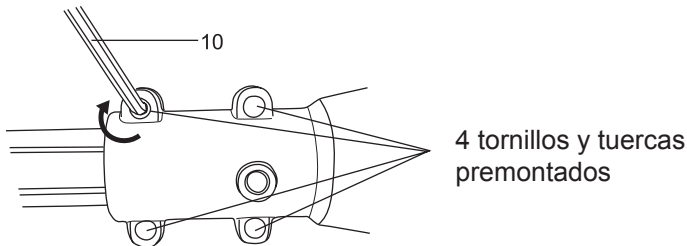

Fig. 4
5. Apriete los 4 tornillos premontados de la unidad del motor mediante la llave hexagonal suministrada (10). (Fig. 4)